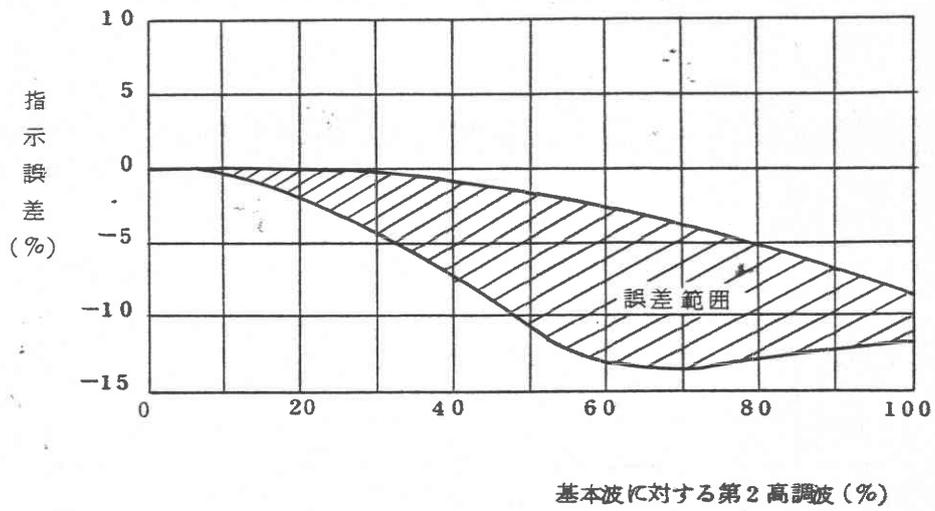
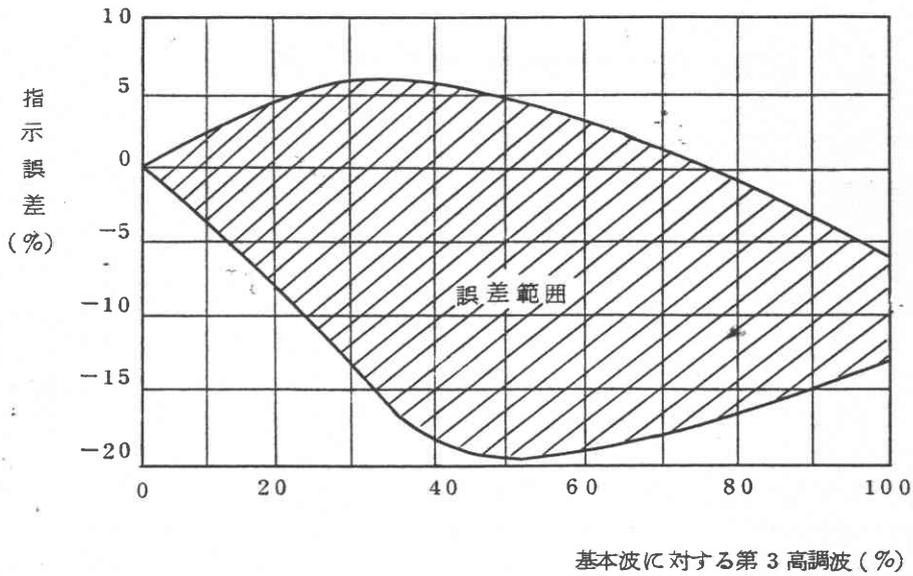

図 1
図 2
巻末にパネル面の説明図(付図1), 背面の説明図(付図2)が入っていますから, それを見ながら次の説明をお読みください。
電源を入れない状態でメータの指針が零を指示していないときは, メータの零位調整をドライブで調整して指針を正しく合せてください。(付図1②参照)
本器は平均値指示形で, メータ目盛は純正弦波電圧を印加したときの指示値を実効値で目盛っています。入力電圧に高調波を含む場合, 図1, 図2のような指示誤差を生じます。